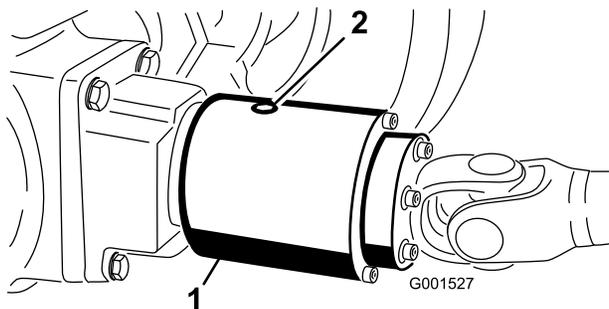

図 56
3. 点検プラグが4時の位置にくるようにクラッチを回す (図 56)。